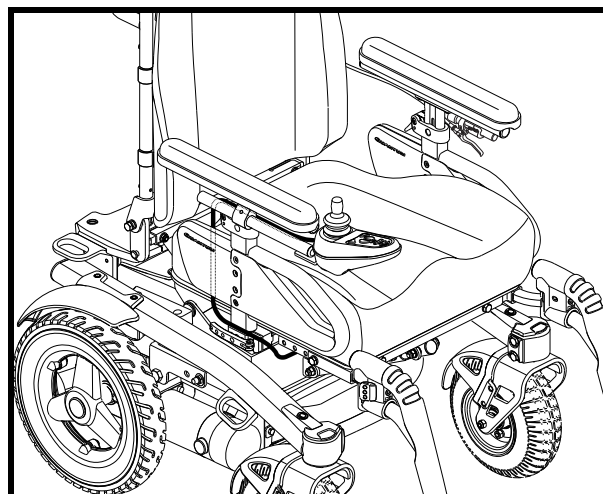

Figura 20. Percorso del cavo
7. Portare il cavo della centralina davanti alla base di alimentazione e ricollegare la centralina. Vedere figura 20.
12. Portare il cavo della centralina davanti alla base di alimentazione e ricollegare la centralina. Vedere figura 20.